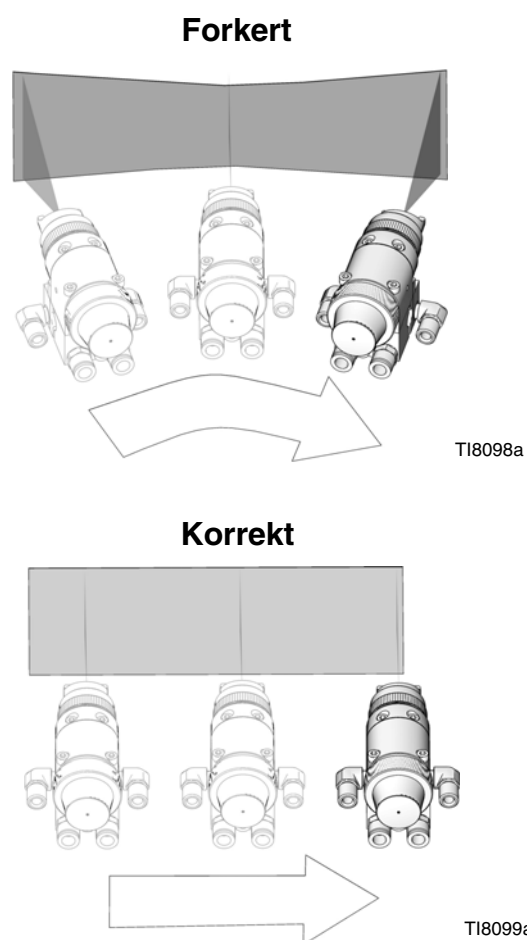

FIG. 10: Korrekt sprøjtemetode
- Sprøjt med glidende, parallelle bevægelser hen over den overflade, der skal sprøjtes. Hver bane skal overlape den foregående med ca. 50 %. Se FIG. 10.